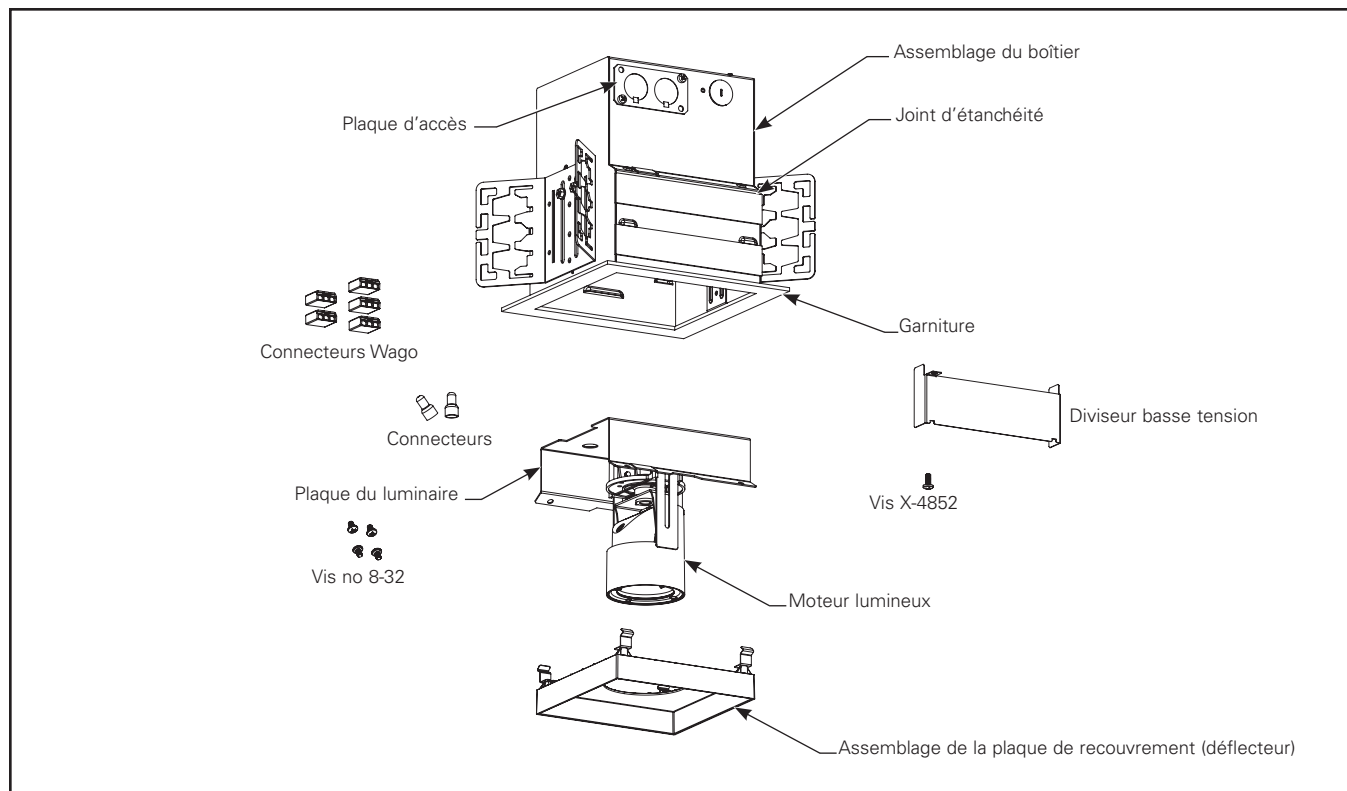

Figure 1.1.
1. Déballez le luminaire à têtes multiples de la série HCM et assurez-vous que toutes les pièces sont incluses. (Figure 1.1).